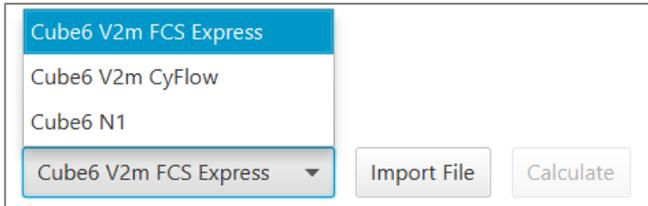

Abbildung 25. Ausschnitt des Arbeitsbereichs *Plate Layout*
2. Wählen Sie im Arbeitsbereich *Plate Layout Cube6 V2m FCS Express* aus, klicken Sie anschließend auf *Import File* und wählen die zuvor generierten .csv-Dateien aus (s. Abbildung 25).